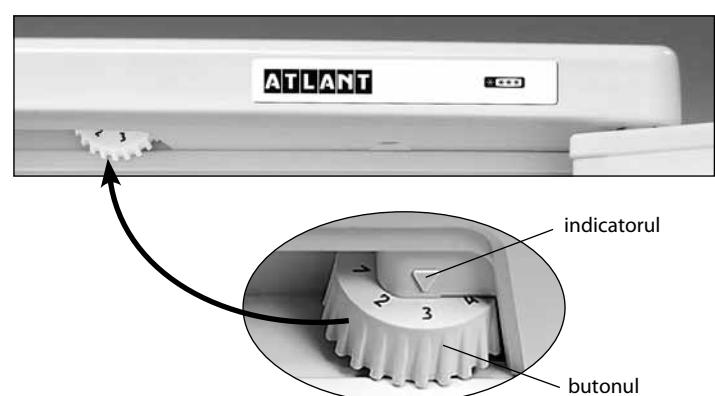

Figura 3 — Reglarea temperaturii
1.5 Funcția de reglare a temperaturii în frigider, în conformitate cu Figura 3 este controlată cu ajutorul butonului de reglare a temperaturii (în continuare - buton), care se află sub masca frigiderului. Butonul se rotește în sensul acelor de ceasornic sau în sensul contrar al acestora și are diviziuni numerice. Diviziunea "1" corespunde celei mai joase setări de temperatură (răcire minimă) în camera frigorifică, diviziunea "7" – celei mai înalte setări de temperatură (răcire maximă). Pentru a regla temperatura, setați diviziunea butonului sub indicator.
Deschideți ușa CF. La prima conectare este recomandat să instalați sub indicator diviziunea „3” sau „4” a butonului în conformitate cu Figura 3. Închideți ușa CF.